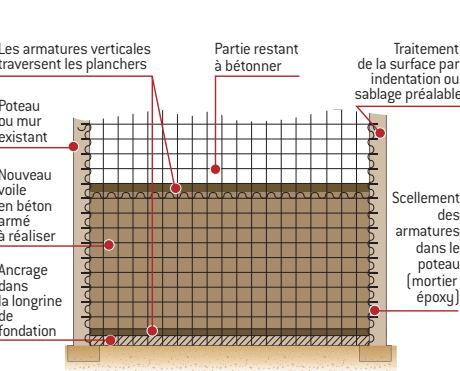

Figure 3. Exemple de renforcement du contreventement d'un bâtiment par création de murs nouveaux entre deux poteaux existants [élevation]
Ces murs de contreventement peuvent aussi être réalisés à l'intérieur du bâtiment (fig. 3, 4, voir également fig. 10 et 11).
• Renforcement par remplissage des portiques (fig. 3 et 4).